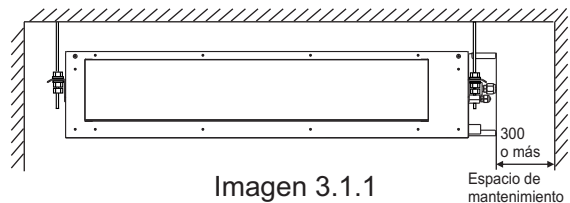

Imagen 3.1.1
- Se garantiza un espacio libre suficiente para el mantenimiento y servicio. (Vea la Imagen 3.1.1 y 3.1.2)